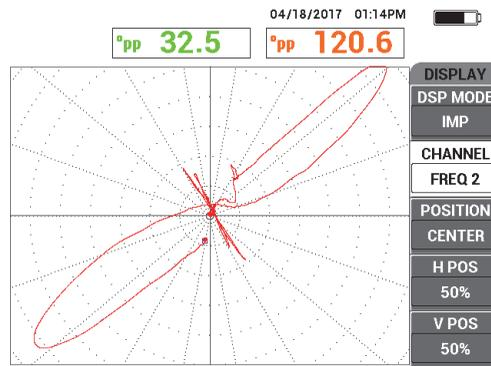

Figura 5-199 Escaneo del largo completo del tubo
4. Escanee todo el largo del tubo; después, pulse la tecla FREEZE (❄) al finalizar (vea la Figura 5-199 en la página 292).